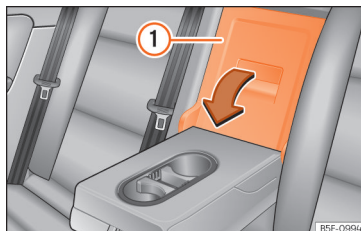

Abb. 174 An der Rücksitzlehne: Öffnung der Durchladeeinrichtung.
- Ziehen Sie den Entriegelungshebel in Pfeilrichtung und schwenken Sie den Deckel der Durchladeeinrichtung »» **Abb. 174** ① vollständig nach vorn.